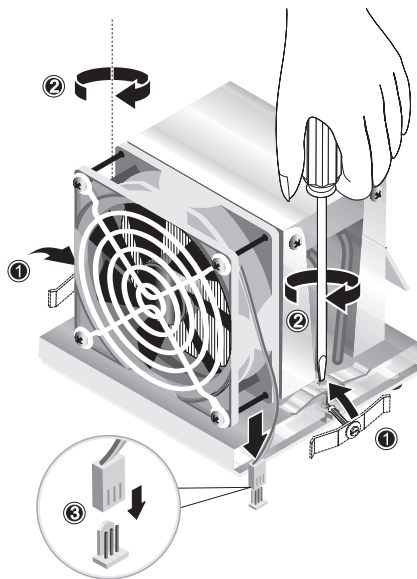

图 4-13 固定散热器 / 风扇组件
9. 将固定夹卡在散热器 / 风扇组件上（参见图 4-13 中的 (1)）。
10. 以两侧交替方式旋紧固定螺丝，直到螺丝全部完全紧固 (2)。
11. 将 CPU 风扇电缆连接到主板上的连接器中 (3)。